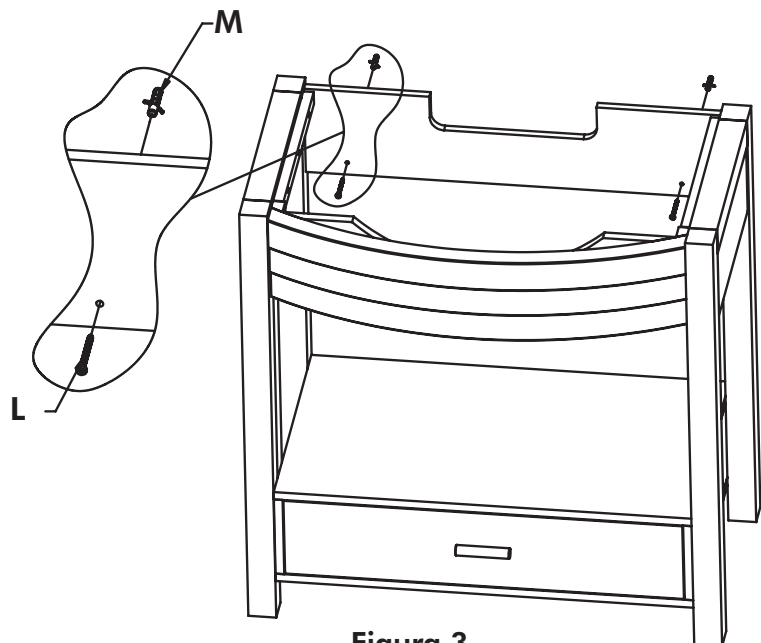

Figura 3
- o Con la ayuda de otra persona, coloque el tocador en la ubicación que desee. Nivele y encuadre el tocador y marque las ubicaciones de los **tornillos de pared (L)** a través de los orificios de montaje como se muestra.
- o Retire el tocador de la posición de instalación. Con un taladro, haga orificios e inserte los **anclajes (M)**, luego fije la unidad a la pared utilizando los **tornillos de pared**.
- o Vea la figura 3.